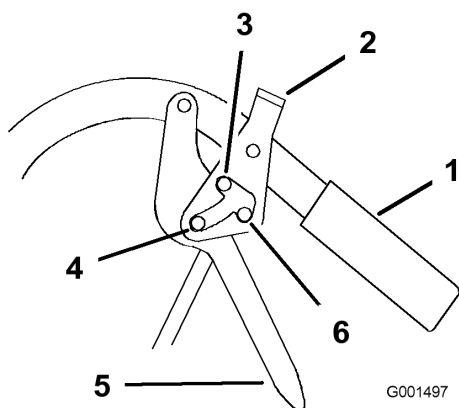

Figure 6
1. Serrez les leviers de déplacement (Figure 6).
- Placez les pouces sur la partie supérieure des verrous et poussez-les en avant en position **stationnement** (Figure 6).
- Serrez les leviers de déplacement (Figure 6).
- Placez les pouces sur la partie supérieure des verrous et ramenez-les en arrière en position **déplacement** (Figure 6).
- Placez les pouces sur la partie supérieure des verrous et ramenez-les en arrière en position **point mort verrouillé** (Figure 6).
- Placez les pouces sur la partie supérieure des verrous et poussez-les en avant en position **déplacement** (Figure 6).